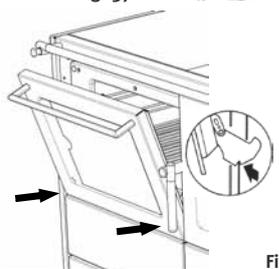

Fig. 39
- Afferrare lo sportello del forno lateralmente con entrambe le mani e inserire la cerniera nelle aperture del forno finché non s'innesta (fig. 39).